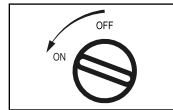

Abb. 4
5. Drehen Sie den Drehschalter gegen den Uhrzeigersinn bis Sie ein Klicken hören, welches anzeigt, dass ein Funke erzeugt wurde [Abb. 4].